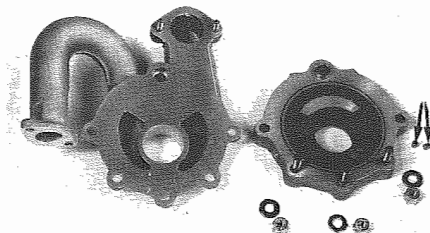

Fig. 99 - Chiavette cilindriche Cylindrical keys
- Asportare le due chiavette cilindriche sull'albero motore (**Fig. 99**).
- Remove the two cylindrical keys on crankshaft (**Fig. 99**).